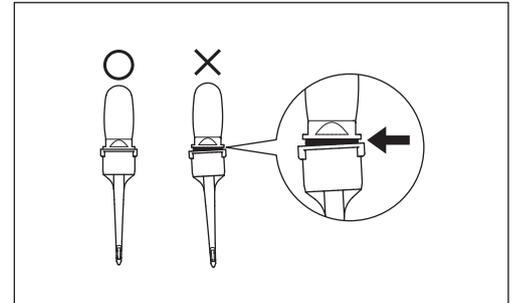

図31
- 図31を参照し、ノズルチップを奥までしっかりとノズルに取り付けてください。しっかり取り付けられていない場合、ノズルチップが脱落し、誤飲の原因になります。